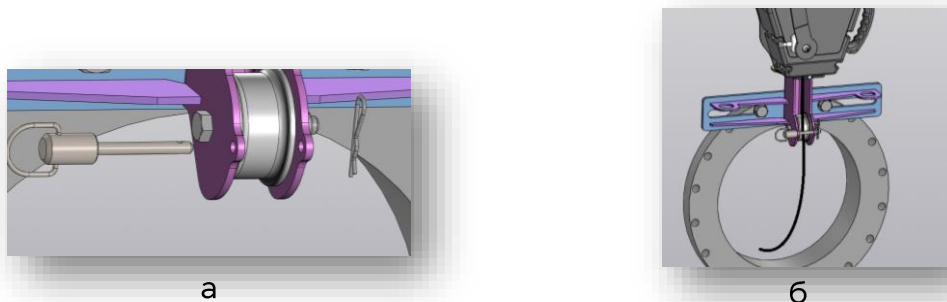

Рис.6 – Запасовка троса
- 2.4 Извлеките стопорный палец типа А. Запасуйте трос устройства через направляющий ролик и пропустите внутрь фланца. Зафиксируйте стопорный палец шплинтом (Рис.6).